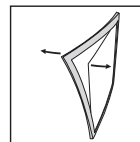

Рисунок 3
- Поместите палец в выемку на нижнем крае рамки и согните рамку вверх, пока она не отойдет от одного края **Рисунок 3**.